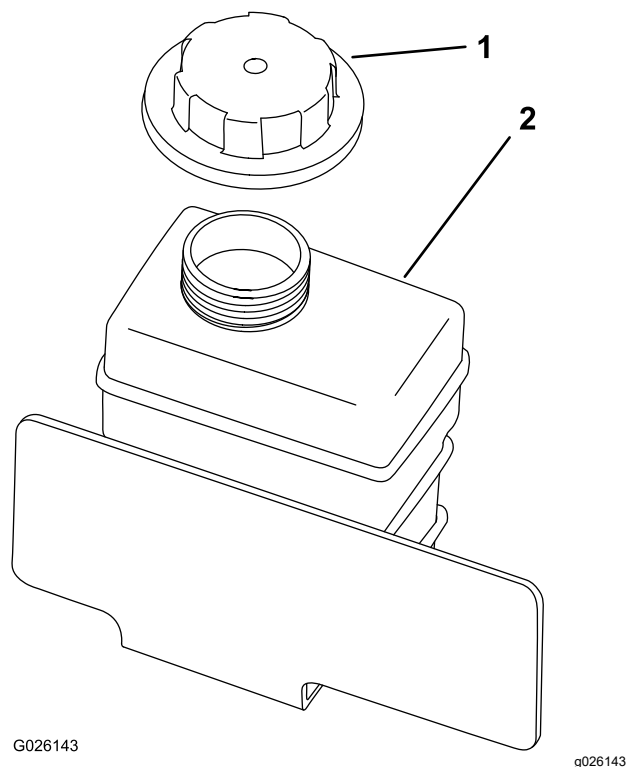

Figure 52
4. Vérifiez le niveau du liquide de refroidissement dans le vase d'expansion (Figure 52).